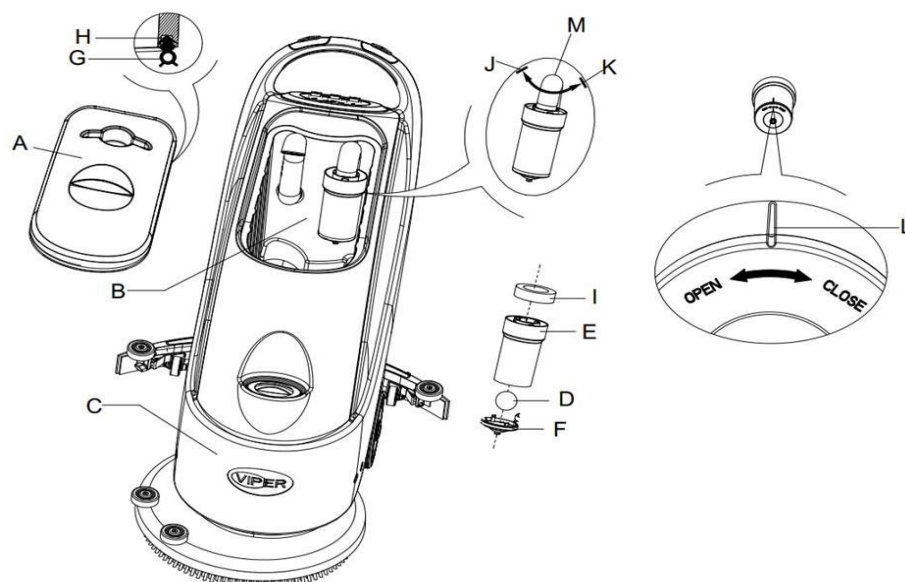

Abbildung 11
2. Drücken Sie den Netzschalter (38) auf die "O"-Position und schalten Sie das Gerät aus.
3. Öffnen Sie die Abdeckung des Schmutzwassertanks (**A, Abbildung 11**), und entnehmen Sie den Schwimmer (36) aus dem Schmutzwassertank.
4. Verwenden Sie klares Wasser zur Reinigung des Tankdeckels (A), der Tanks (B und C) und der Schwimmer-Filterfassung (E). Lassen Sie durch das Schmutzwasserrohr (15) das gesamte Wasser aus dem Wassertank ablaufen.
5. Folgen Sie, falls nötig, den Symbolen "Öffnen" und "Schließen", wie in **Abbildung 11** dargestellt, öffnen Sie den unteren Deckel (F) des Schwimmer-Filters und reinigen den Schwimmer (D), die Schwimmer-Filterfassung (E) und den Filter-Schwamm (I). Fixieren Sie nach der Reinigung den Schwimmer auf der Schwimmer-Filterfassung (E), und richten Sie die Markierungsnut (L) des unteren Deckels (F) des Schwimmer-Filters nach der Markierungsnut (L) der Schwimmer-Filterfassung (E) aus. Drehen Sie den unteren Deckel (F) des Schwimmer-Filters fest und fixieren Sie den Filter-Schwamm (I) auf der Schwimmer-Filterfassung (E) und dann auf dem Vakuum-Rohr (M).
6. Überprüfen Sie die Zuverlässigkeit des Dichtrings (G) der Wassertankabdeckung.
Falls erforderlich, sollte der Dichtungsring des Wassertanks (G) aus der Nut (H) entnommen und ausgetauscht werden. Beim Einsatz eines neuen Wassertank-Dichtrings, wie in **Abbildung 11** unten dargestellt, installieren Sie den Anschluss im mittleren Bereich des hinteren Teils.
7. Prüfen Sie, ob die aufnehmende Oberfläche des Dichtrings (G) intakt ist und ausreichend abdichtet.
8. Schließen Sie die Abdeckung des Schmutzwassertanks (A).